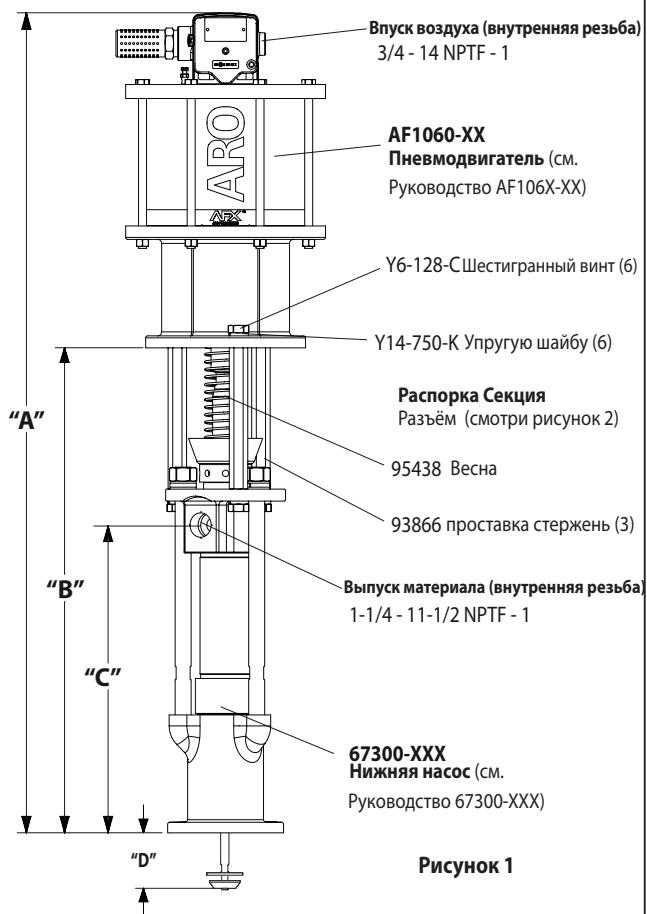

Рисунок 1
- Удалите три винта колпачок (У6-128-C) и lock (У4-750-K) шайбы из трех (93866) прутков распорку (см. рисунок 1).